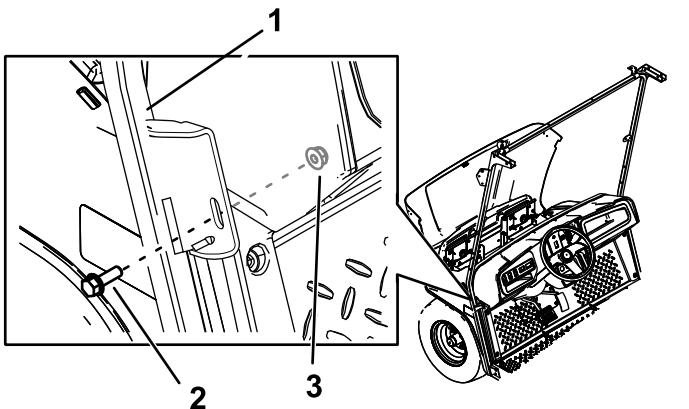

图 31
3. 用 2 个六角凸缘螺栓 5/16 x 1 英寸和 2 个螺母 5/16 英寸将左、右风挡支撑的中间支架固定到机器上钻出的孔内图 31。